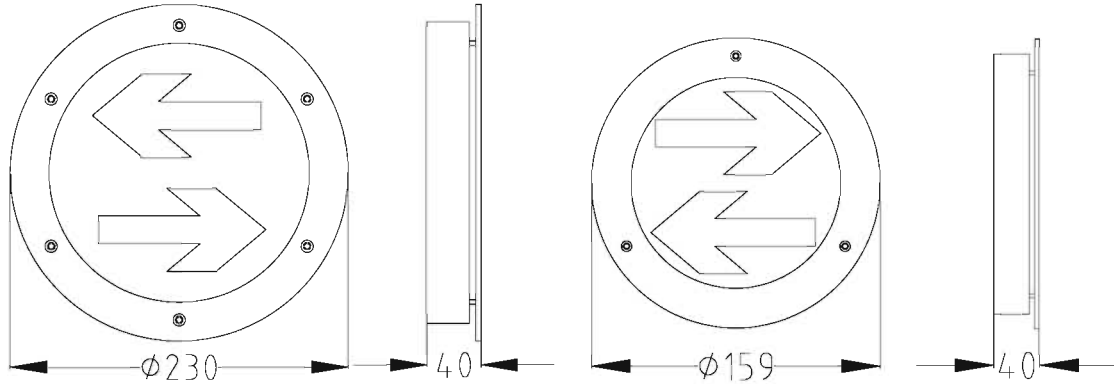

图 53
1. N55x 标志灯为玻璃面板，有直径为 230mm、180mm、159mm 三个尺寸。230mm 直径与 159mm 直径地埋灯外形示意图如图 53 所示，以双向为例。